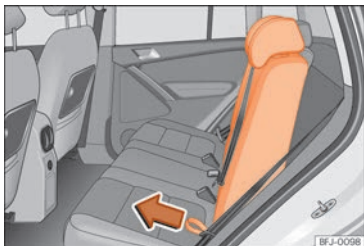

Abb. 119 Rücksitzlehne vor- und zurückklappen.
- Schlaufe »» **Abb. 119** in Pfeilrichtung nach vorn ziehen, dabei Sitzlehne festhalten und langsam nach vorn klappen »» ⚠.